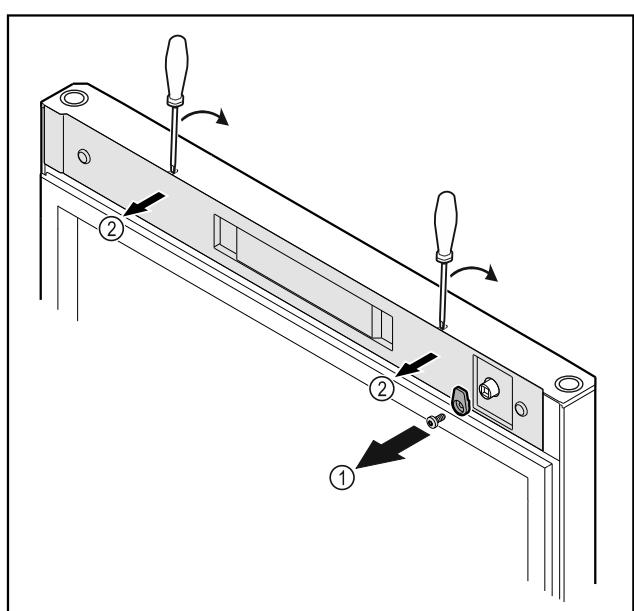

Fig. 10
► Schliebhaken *Fig. 10 (1)* abschrauben.
► Abdeckung *Fig. 10 (2)* mit einem kleinen Schraubendreher ausrasten und abnehmen.